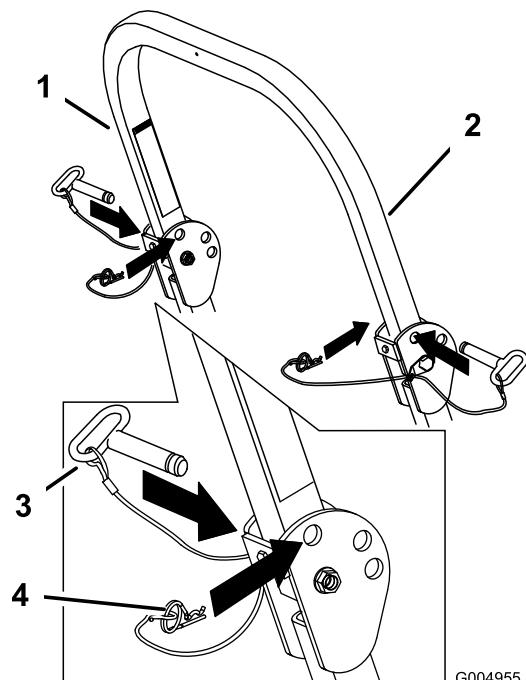

**Figure 10**
2. Faites pivoter l'arceau de sécurité à la position abaissée (Figure 10).
**Remarque:** Il y a 2 positions abaissées; voir Figure 10.